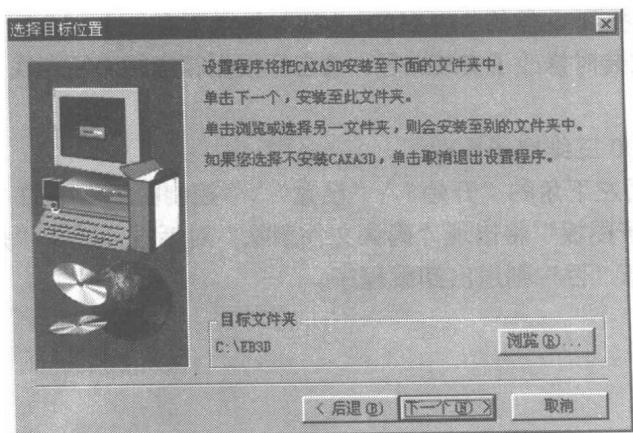

图 1-6
6) 安装路径(见图1-6)。安装程序缺省将软件安装到C盘的\EB3D选择“例览”，可以将软件安装到其它位置。